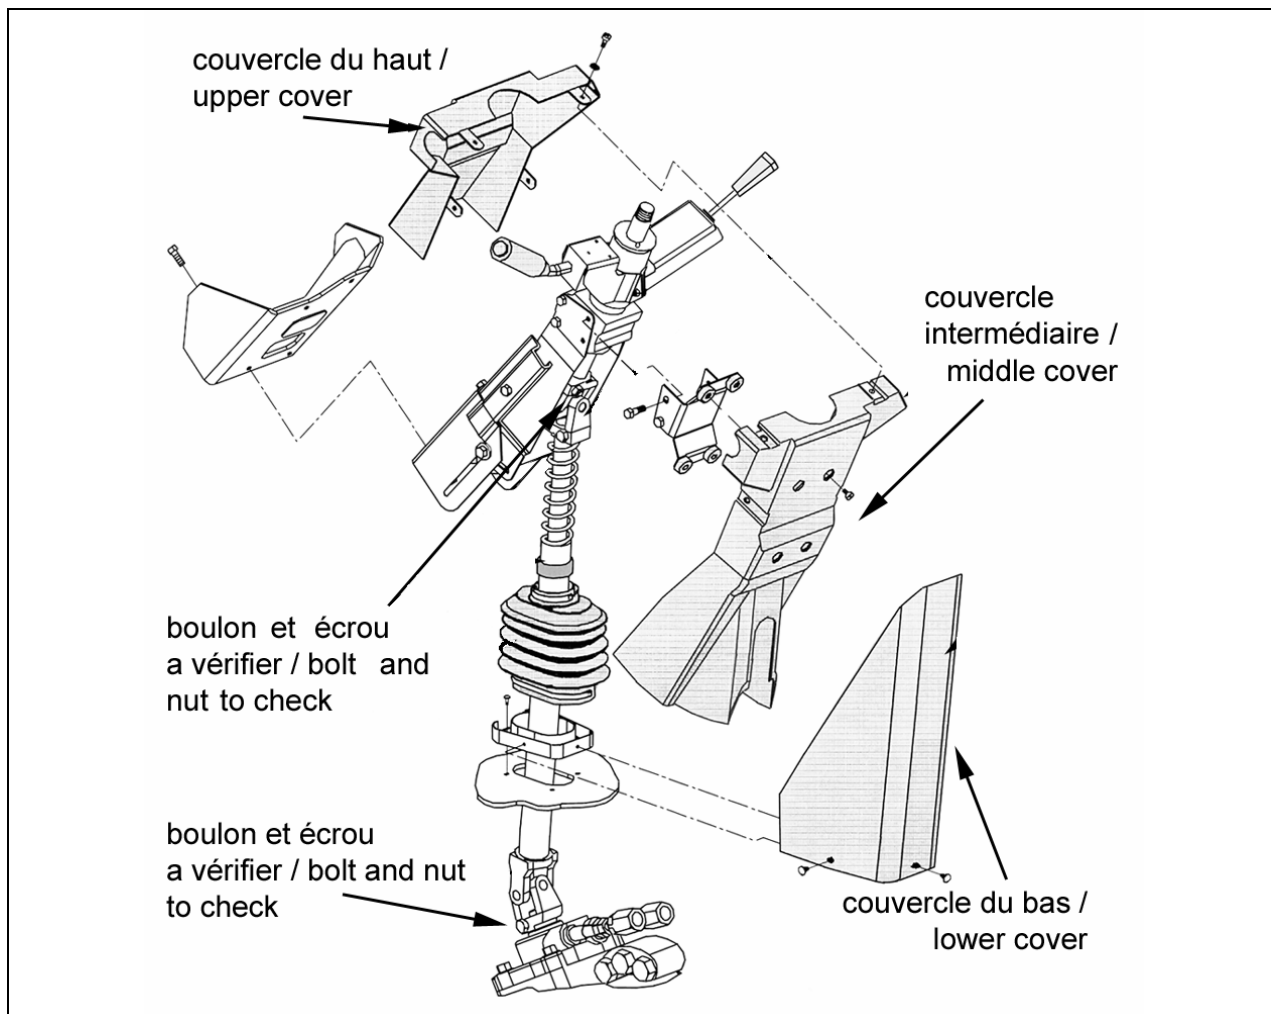

FIGURE 1 : DÉTAIL DE LA COLONNE DE DIRECTION
1. Localiser le joint de cardan inférieur (figure 1) et vérifier si le boulon et l'écrou sont conforme. Pour ce faire, utiliser une douille standard SAE 11/16 ou métrique 17mm. Si les dimensions de la tête du boulon ainsi que l'écrou correspondent à la douille, c'est-à-dire qu'ils pourraient être desserrés avec la douille, alors ils sont conforme. Si la tête du boulon et/ou l'écrou sont trop petits pour la douille, alors ils ne sont pas conformes et doivent être changé tous les deux selon la procédure de la partie B.
2. Dans la section du conducteur, enlever les 3 vis fixant le couvercle du bas, enlever les quatre vis fixant le couvercle intermédiaire et les quatre vis fixant le couvercle du haut. Utiliser la même méthode qu'à l'étape 1 pour vérifier la conformité de la boulonnerie du joint de cardan supérieur (voir figure 1).